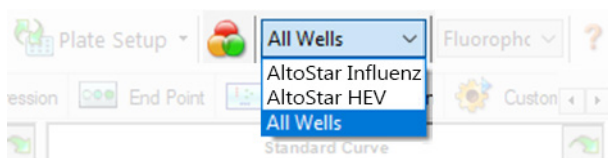

Abb. 4: Schaltfläche und Dropdown-Menü Well Group (Well-Gruppe)
Achten Sie darauf, im Fenster Data Analysis (Datenanalyse) die **Well Group** (Well-Gruppe) des AltoStar® Influenza Screen & Type RT-PCR Kit 1.5 auszuwählen. Klicken Sie dazu auf das Dropdown-Menü **Well Group** (Well-Gruppe) rechts neben der Schaltfläche **Well Group** (Well-Gruppe) (siehe Abbildung 4) in der Menüleiste. Verwenden Sie nicht die „All Wells“ (Alle Wells) **Well Group** (Well-Gruppe). Die Auswahl in Abbildung 4 wird als allgemeine Beispielansicht verwendet.
1. Achten Sie darauf, im Fenster Data Analysis (Datenanalyse) die **Well Group** (Well-Gruppe) des AltoStar® Influenza Screen & Type RT-PCR Kit 1.5 auszuwählen. Klicken Sie dazu auf das Dropdown-Menü **Well Group** (Well-Gruppe) rechts neben der Schaltfläche **Well Group** (Well-Gruppe) (siehe Abbildung 4) in der Menüleiste.